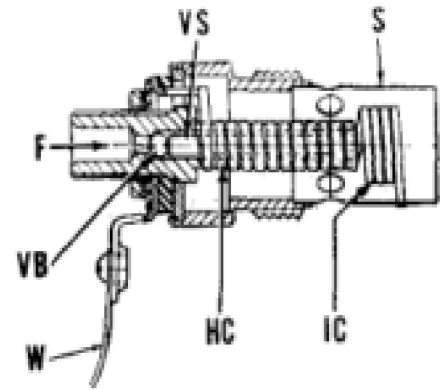

Fig. 143-Cross-sectionele weergave van diesel Thermo- start unit (optioneel) die zich bevindt in de mlaat man- fold. Zie Vijgen.
Alle diesel modellen zo uitgerust 162. Zie Fig.14 voor dwarsdoorsnede weergave van de Thermostart-eenheid die zich in het inlaatspruitstuk van de motor bevindt. De brandstofinlaat (E) wordt aan een klein reservoir geconnected (zie Figs.144 en 145). In bedrijf verbindt het draaien van de sleutelschakelaar naar de positie "HEAT" of "HEAT-START" de Thermostart-draad (W-Fig. 143) om de verwarmingsspoel (HC) en de bobine (IC) te verwarmen. De hot coils reageren op het trekken van de klepsteel (VS) uit de buurt van ventiel bal (VB) waardoor de bal te onttrenen en brandstof te stromen door het apparaat, waar het wordt verwarmd en ontstoken, en in de inlaat spruitstuk. Om het apparaat bij koud weer te bedienen, schakelt u de sleutelstarter 15 seconden in de "HEAT"-positie en schakelt u vervolgens over naar "HEAT-STAK positie om de motor te starten. Als de motor niet na 10 seconden start, schakelt u gedurende 10 seconden terug naar de "HEAT"-stand en gaat u terug naar "HEAT-START". Nadat de motor is gestart, schakelt u over naar "AAN"- tion. LET OP NIET proberen om ether startvloeistof en Thermostart uni te gebruiken ...